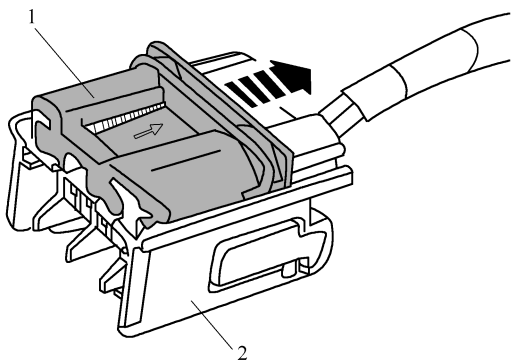
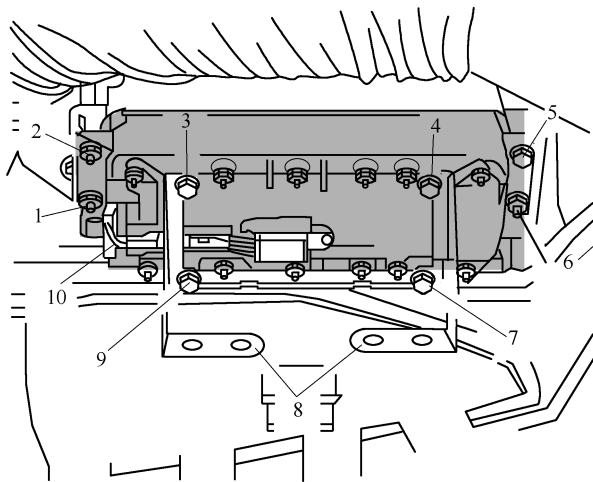

图 6-2-15 压固定销直到插接器卡入为止并拔出插接器
图 6-2-16 拆下前乘客侧安全气囊控制单元
3) 如图 6-2-15 中箭头所示，压固定销 1，直到插接器卡入为止，拔出插接器 2。如图 6-2-16 所示，旋出螺栓 3、4、7 和 9，并拆下安全气囊控制单元固定架 8，然后旋出螺母 1、2、5 和 6。注意：前乘客侧安全气囊控制单元上的插接器连接 10 绝对不允许断开。